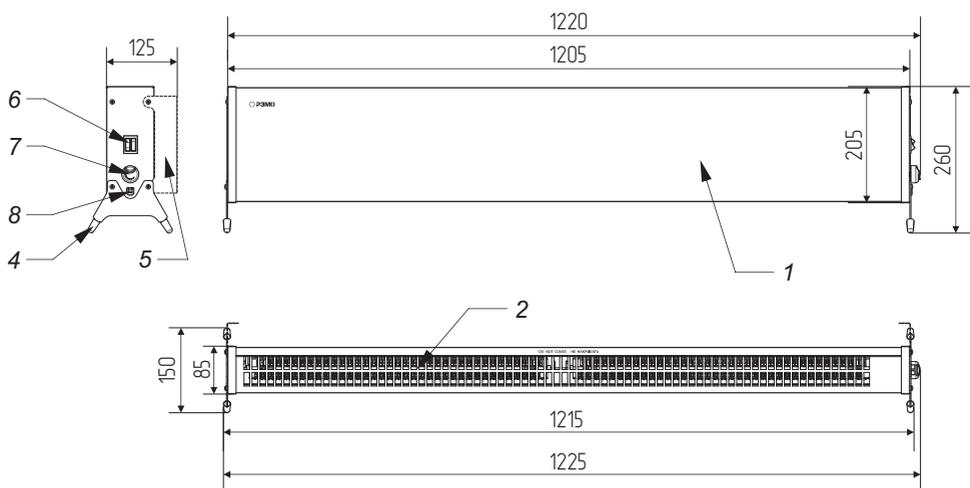

Рисунок 1. Габаритный чертёж и элементы конструкции электрического обогревателя.
5.1. Конвектор (см. рис. 1) представляет собой металлический корпус, состоящий из передней панели (1) и задней панели (3), внутри которого на шасси расположен электронагревательный элемент (на чертеже не показан). На корпус устанавливаются опоры (4) или настенные кронштейны (5). На боковой поверхности корпуса расположены роковые переключатели (клавишные выключатели) с подсветкой (6) и ручка термостата (7).